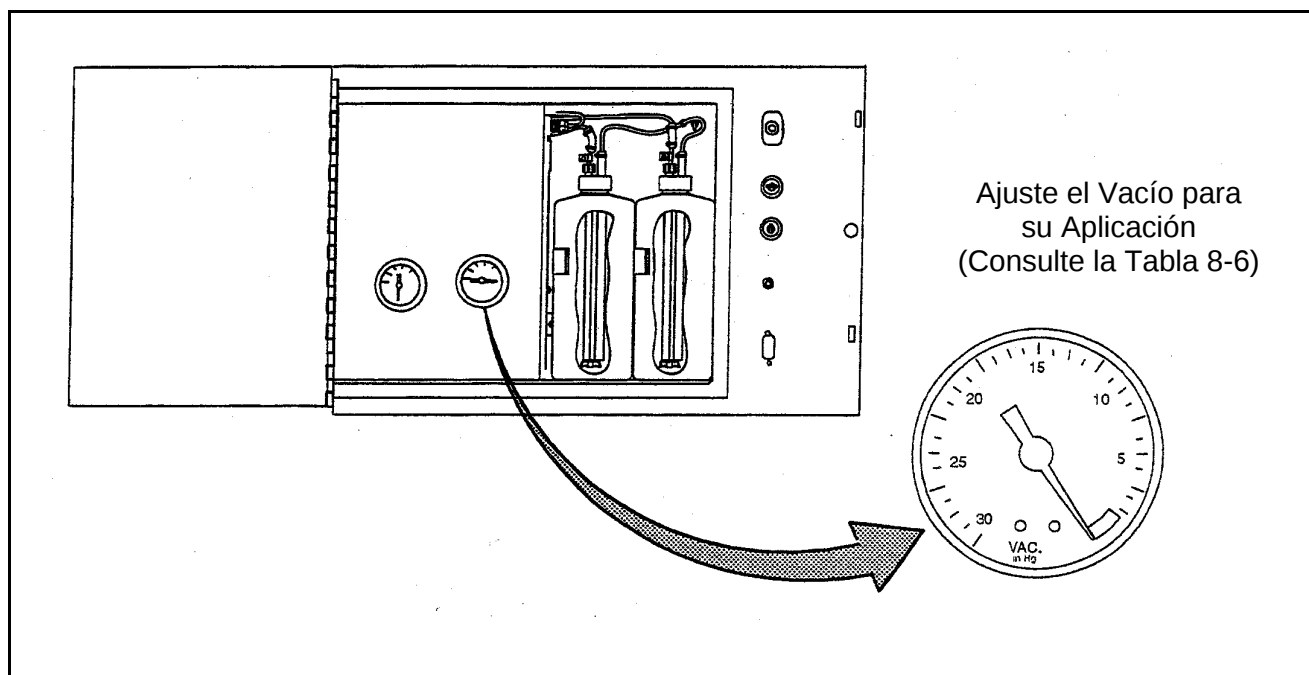

Figura 8-19. Vacuómetro de Impresora EXCEL 2000
3. Compruebe el vacuómetro en la puerta del gabinete hidráulico mientras ajusta el vacío. (Vea la Figura 8-19).